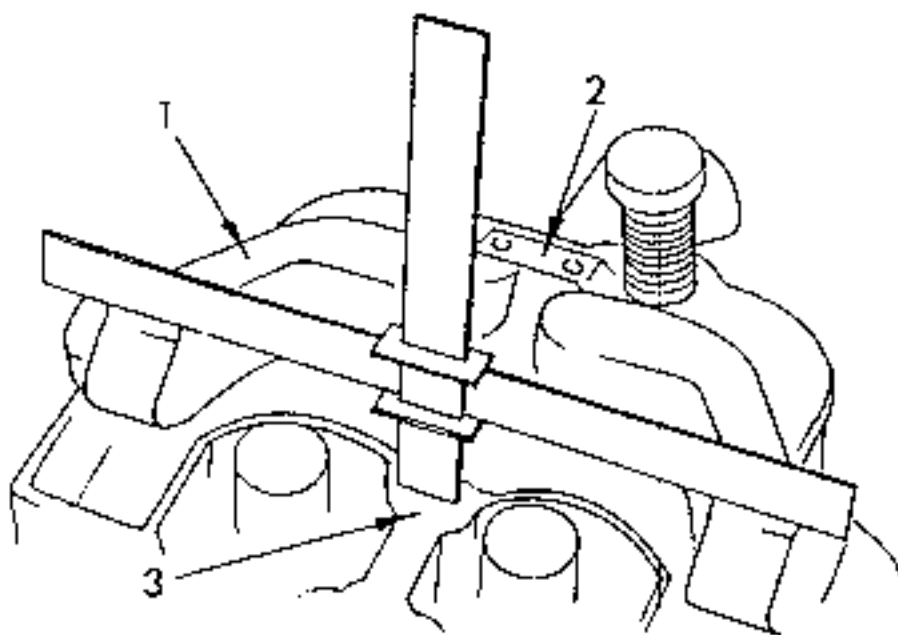

Bild 53 Einzelheiten zur Einstellung des Schwimmerstandes.
- Den Abstand von der Unterseite der beiden Schwimmer bis zur Fläche des Deckels mit einem Tiefenmass ausmessen, wie es Bild 53 zeigt. Das in diesem Bild gezeigte Tiefenmass ist sehr breit. Falls ein solches nicht zur Verfügung steht, muss jeder Schwimmer einzeln gemessen werden.